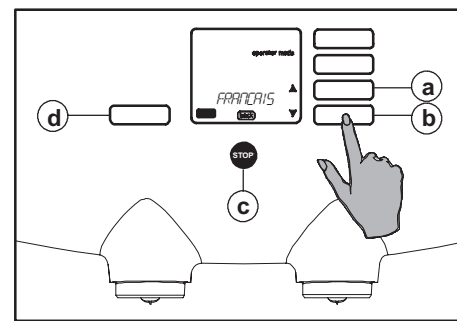

Fig. 61 Choix de la langue
4. Appuyez sur le bouton Enter (fig. 61 d). L'écran affiche la langue sélectionnée.
5. Avec les boutons de défilement ▲▼ sélectionnez la langue souhaitée (fig. 61 a ou b).
6. Appuyez sur le bouton Enter (fig. 61 d) pour confirmer le paramètre.
7. Appuyez ensuite sur le bouton Stop (fig. 61 c) pour quitter la programmation.